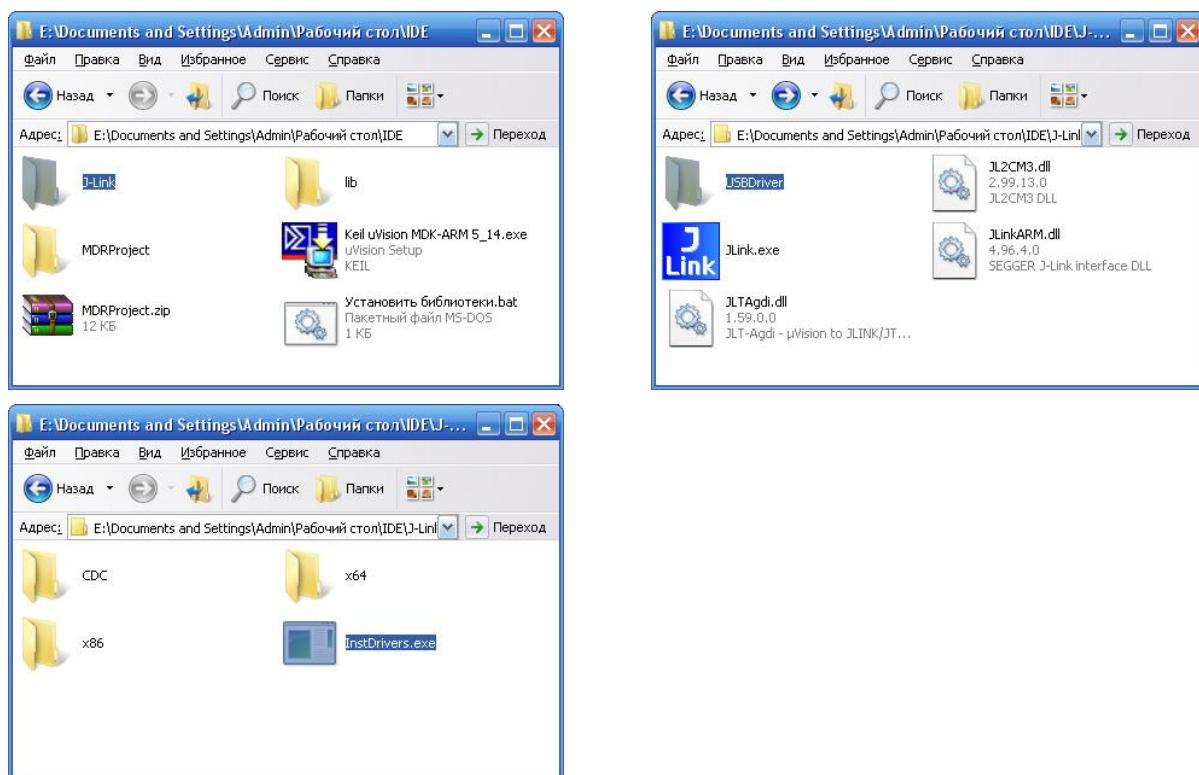

Рисунок 1.9 – Группа скриншотов процесса установки драйвера для программатора J-Link.
5. Установить драйвер программатора J-Link, запустив файл «**InstDrivers.exe**», который находится в папке «**USBDriver**», которая в свою очередь вложена в папку «**J-Link**» – Рисунок 1.9. Данная программа не имеет графического вывода, если ничего не произошло после запуска, то драйверы установлены.